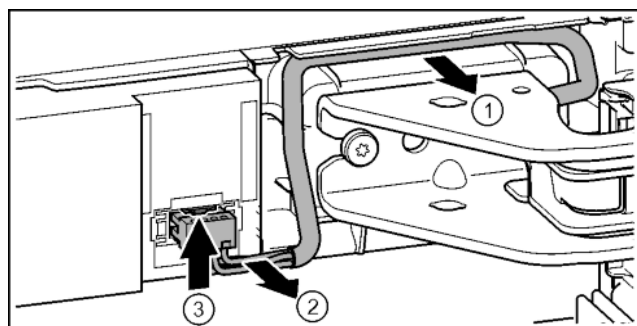

Fig. 19
- ▶ Осторожно освободить кабель над опорным кронштейном из направляющей. *Fig. 19 (1)*
- ▶ Аккуратно вытянуть жилы кабеля из канала. *Fig. 19 (2)*
- ▶ Прижать соединительную накладку вверх и осторожно вынуть штекер. *Fig. 19 (3)*